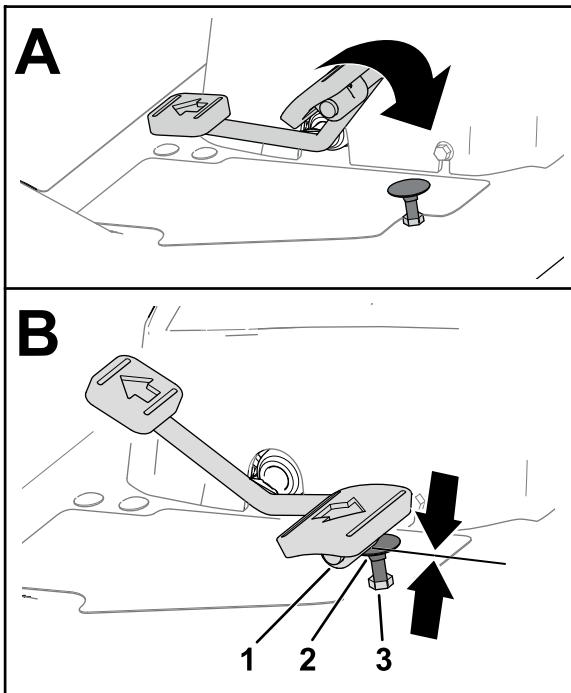
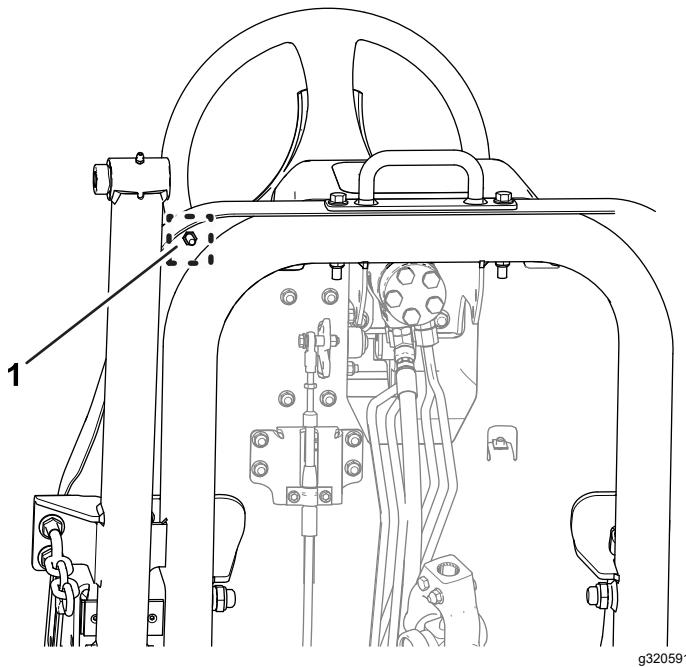

Figura 76
Figura 77
1. Pise el pedal de tracción a fondo (hacia adelante) (Figura 76).
- A. Sujete el tope del pedal de tracción (Figura 76) con una llave inglesa.
- B. Afloje la contratuerca situada por debajo de la placa del reposapiés (Figura 77).
- C. Mueva el pedal de tracción en la posición de velocidad máxima hacia adelante (Figura 76).
- D. Mientras sujetá el tope del pedal de tracción, ajuste la contratuercia situada encima de la placa del reposapiés (Figura 76) hasta que el pedal de tracción entre en contacto con el tope.
- F. Mientras sujetá el tope del pedal de tracción, apriete la contratuercia situada debajo de la placa del reposapiés (Figura 76 y Figura 77) a entre 37 y 45 N·m.